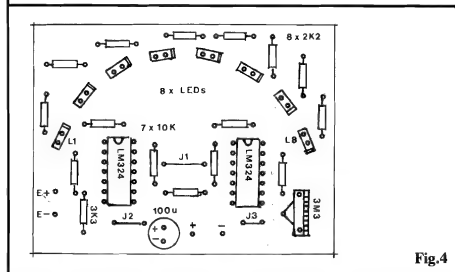
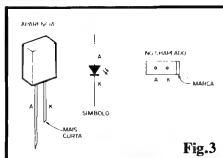

Fig. 4
Fig. 3
- **FIG. 3 - DETALHANDO OS LEDS RETANGULARES E SUA ESTILIZAÇÃO NO "CHAPEADO"** - Apenas para um "desenho" mais elegante e funcional no arco de 8 LEDs, recomenda-se que estes sejam de formato **retangular** (embora tecnicamente nada impeça que os dígitos cujos tenham formato redondo, quadrado, triangular, o quê o Leitor quiser...). Para facilitar a interpretação dos próximos desenhos, a figura traz a aparência, pina-
- **FIG. 4 - "CHAPEADO" DA MONTAGEM** - Os componentes principais, vistos em suas posições definitivas sobre a face não cobreada do Impresso... Observar principalmente as orientações dos dois Integrados (ambos com suas extremidades marcadas viradas para o "arco" dos LEDs...), os LEDs, todos com seus "lados de cathodo" marcados (rever fig. 3) e o capacitor eletrolítico (com sua polaridade de terminais indicada...). Atenção ainda a alguns pontos **importantes**: a presença dos três **jumpers** (simples pedaços de